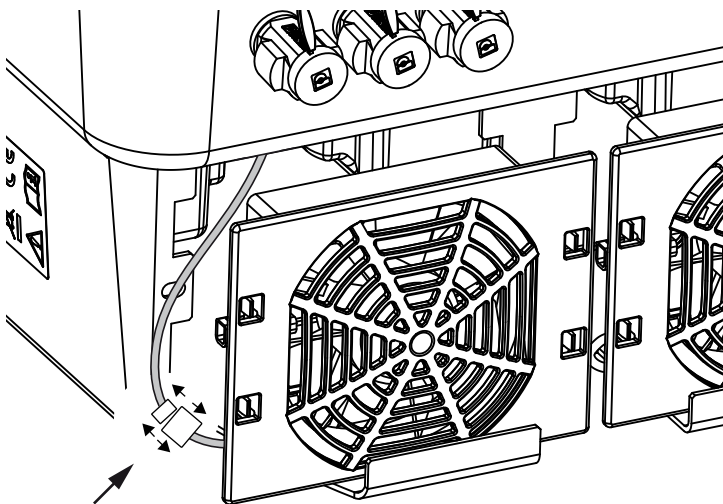

Bild 75: Dra loss fläktkabeln
4. Dra ut fläktenheten helt ur huset. Dra därtill loss fläktkabelns kontaktanslutning.  **Bild 75**